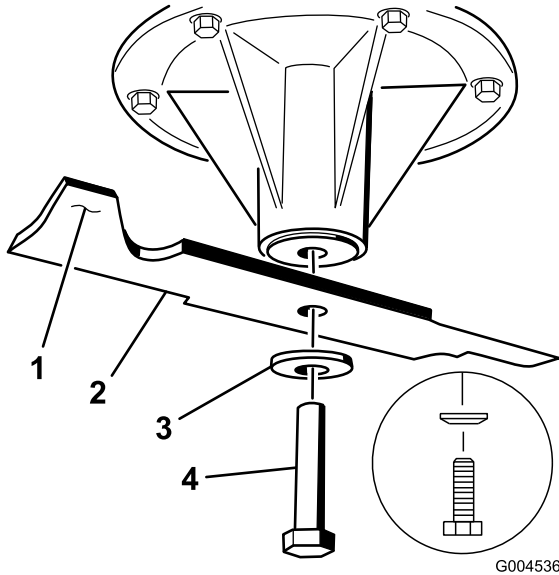

Figure 92
2. Enlevez de l'axe des lames gauche et centrale, le boulon de lame, la rondelle bombée et la lame (Figure 92).